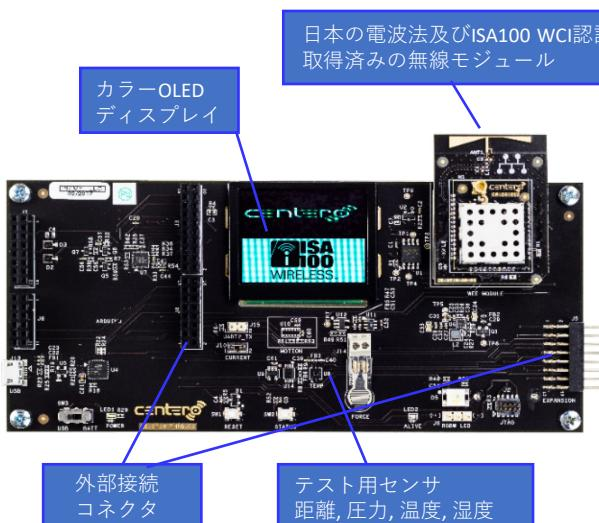

図6.2.2 開発ボード
- 開発ボード（図6.2.2）上に多様なセンサを搭載しており、豊富な機能を持つウェブベースのゲートウェイによるシステム機能の確認が可能（図6.2.3）。